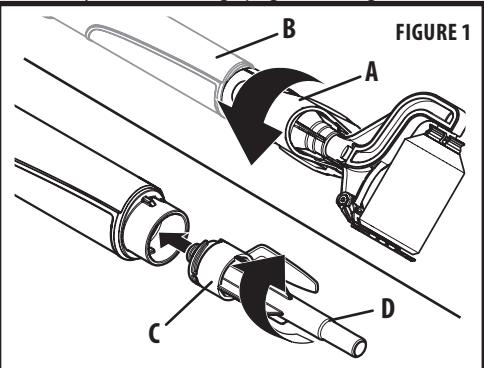

FIGURE 1
1. Remove the trigger housing (a) from the paint tube (b) by turning it 1/4 turn (figure 1).
2. Attach the fill adapter (c) to the paint tube. Once the threads engage, it will be secured after approximately 1/4 turn (figure 1).
1. Retirez le boîtier de la détente (a) du tube de peinture (b) en le tournant 1/4 de tour (figure 1).
2. Fixez l'adaptateur de remplissage (c) au tube de peinture. Une fois que le filetage commence, il sera solide après environ 1/4 de tour (figure 1).
3. Tremper le bout de l'adaptateur de remplissage dans le produit à peindre. Il n'est pas nécessaire de tremper l'adaptateur de remplissage plus loin que la ligne de remplissage (d) tel qu'ilustré (figure 1).